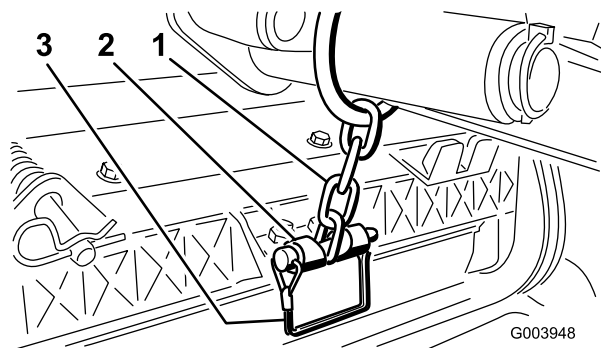

Figura 12
Nota: Utilize a ranhura se pretender direcionar a unidade de corte ou utilize o orifício se pretender bloquear a unidade de corte na posição (Figura 12).
14. Prenda a corrente do braço de elevação ao suporte da corrente com o pino de encaixe (Figura 12).